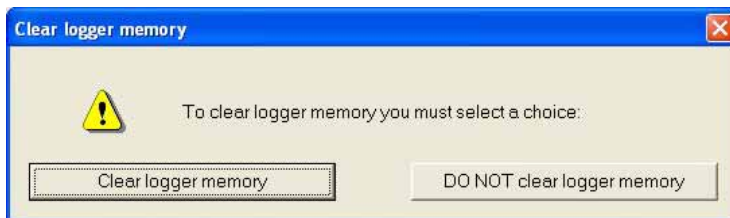

Figura 19: Finestra Cancellazione Memoria
- ⇒ Se hai disabilitato la casellina “Cancella la memoria dello strumento dopo lo scarico dati”, quando premi “OK” per uscire dallo scarico dati, ti appare la finestra di **Figura 19**. Scegli l’opzione che desideri ed esci dallo scarico dati.